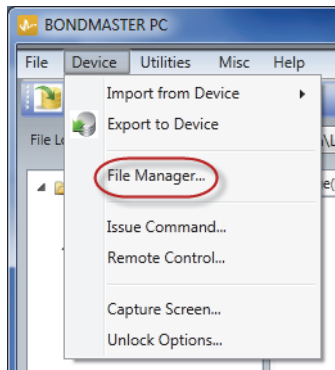

图 7-16 文件管理器指令
- ◆ 在 BondMaster PC 软件的 **Device**（设备）菜单中，选择 **File Manager**（文件管理器）（参见第 188 页的图 7-16）。